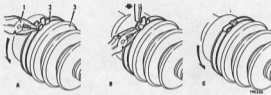

Abb. G.6
- (25) Welle in einen Schraubstock spannen und inneren Lagering auf Welle aufschieben, Gelenkgruppe gegen den Federring drücken, wobei der Ring in seiner Lagerung zu halten ist, und jetzt Ring in die Fase des inneren Lagers mit Schraubenziehern einschieben. Bei richtig zentralisiertem Federring schließt ein scharfer Schlag mit einem Rohbauhammer auf das Ende der Welle den Ring, worauf die Gruppe dann auf die Antriebswelle aufgetrieben werden kann. Dafür Sorge tragen, daß die Welle völlig in Eingriff liegt, d. h. innerer Lagering gegen Sprengring; der innere Federring muß sich im Gelenk ausgegabelt haben.
- (26) Gummitülle über Kugelhäufig schieben bis die Radialrippe in der Fixierbohrung eingreift, worauf die Manchette unter Zuhilfenahme von Service-Werkzeug 18G 1099 wie in Abb. G.6 dargestellt mit der großen Klemmzange zu sichern ist. Diese Scheibe wird montiert, indem das Lappenende entgegen gesetzt zur Verwärtelsrichtung durchgezogen wird. Am zweiten Ende der Manchette diese in die Nute in der Antriebswelle einlegen und mit der kleineren Klemmzange unter Zuhilfenahme der Zange 18G 1099 sichern.
HINWEIS. - Bei Erneuerungen ist eine abgehärtete Gummimanschette mit Axialbindungen einzusetzen (siehe Abb. G.6)